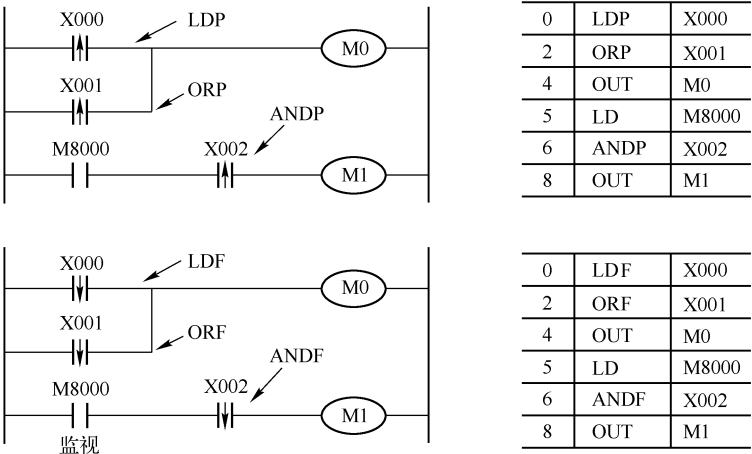

图 2-17 LDP/ORP/ANDP/LDF/ORF/ANDF 指令应用示例
1) 这是一组与 LD、AND、OR 指令相对应的脉冲式触点指令。指令中 P 对应上升沿脉冲，F 对应下降沿脉冲。指令中的触点仅在操作元件有上升沿/下降沿时导通一个扫描周期。如图 2-17 所示，X000 ~ X002 由 OFF→ON 时或由 ON→OFF 变化时，M0 或 M1 接通一个扫描周期。